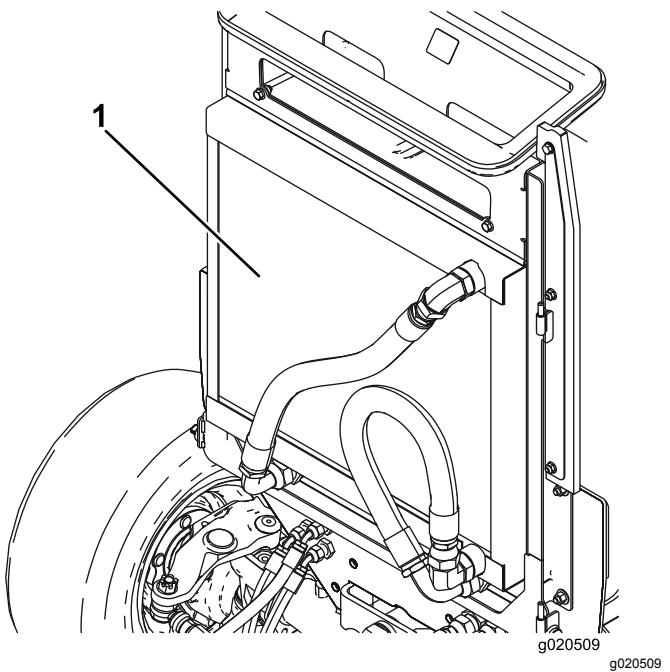

Bild 46
2. Reinigen Sie beide Seiten des Ölfilter- und des Kühlerbereichs (**Bild 46**) gründlich mit Druckluft. Blasen Sie Rückstände von vorne nach hinten heraus. Reinigen Sie dann von hinten und blasen Sie nach vorne. Wiederholen Sie dies mehrmals, bis alle Rückstände entfernt sind.